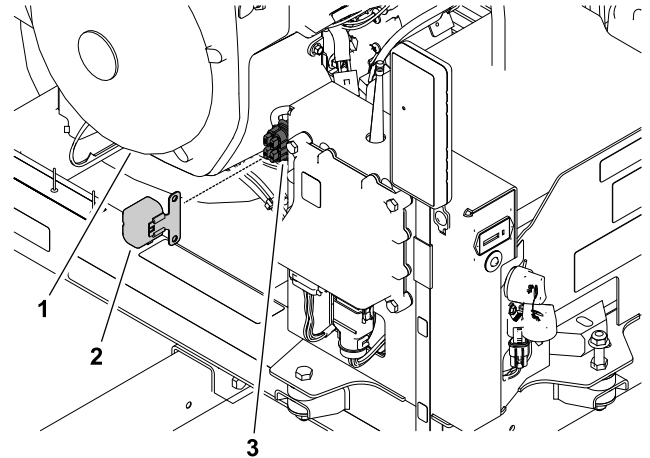

Bild 42
1. Entfernen Sie an der vorderen, inneren Seite des Steuerturms die Abdeckung vom Sicherungskasten (Bild 42).
2. Entfernen Sie die durchgebrannte Sicherung aus dem Sicherungskasten (Bild 42).
Ein Sicherungskasten ist Bestandteil des Maschinenkabelbaums. Dieser befindet sich hinter dem Empfänger an der rechten Seite des Steuerturms (Bild 42).